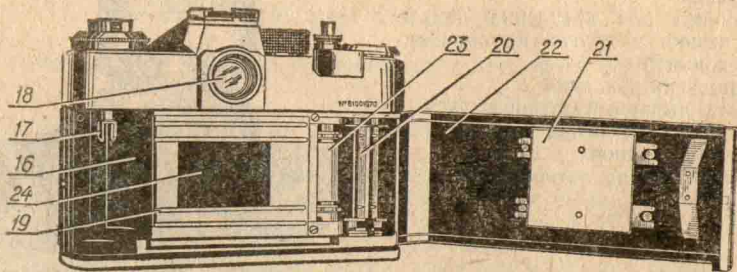

Рис. 1.
4.1. Основные узлы и детали фотоаппарата показаны на рис. 1—4.